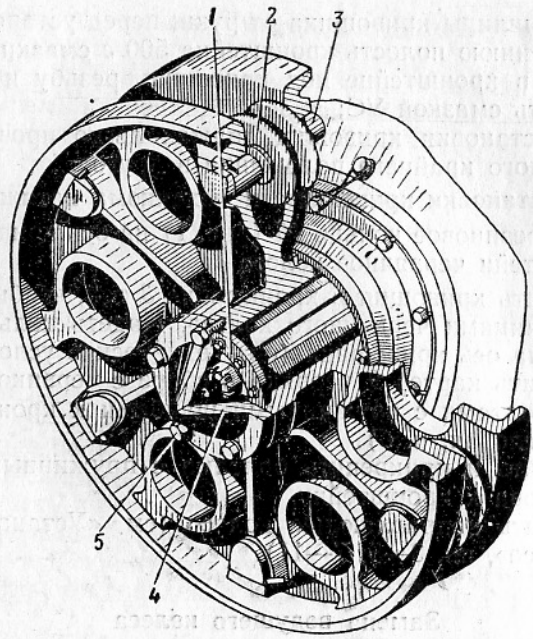

Рис. 6. Ведущее колесо:
4. Вывернуть болты 5 (рис. 6) крепления броневых колпака 4 к ступице ведущего колеса. Снять броневой колпак.
4. Установить в ступицу ведущего колеса кольцо 1 (рис. 6) и закрепить болтами с пружинными шайбами.